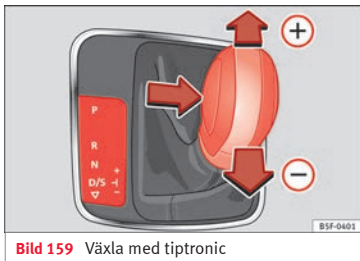

Bild 159 Värkyl med tiptronic
- Tryck väljarspaken lätt framåt » **bild 159** (+) för att växla upp till högre växlar.
- Tryck väljarspaken lätt bakåt » **bild 159** (-) för att växla ned till lägre växlar.